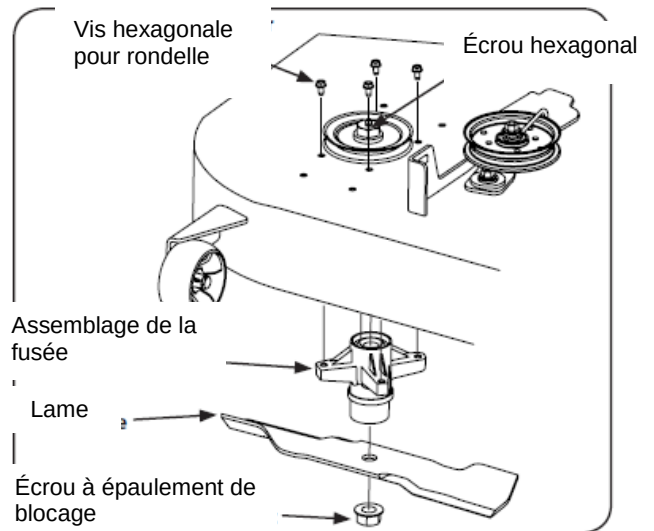

Figure 7-10
2. Utilisez une clé de 3/4" pour tenir l'écrou hexagonal sur le dessus de l'assemblage de la fusée lorsque vous desserrez l'écrou hexagonal fixant la lame solidement. Consultez la Fig. 7-10.
2. Retirez les boulons hexagonaux pour rondelles fixant solidement les protecteurs de courroies au plateau et retirez la courroie des poulies de fusées. Référez-vous à la Fig. 7-10.